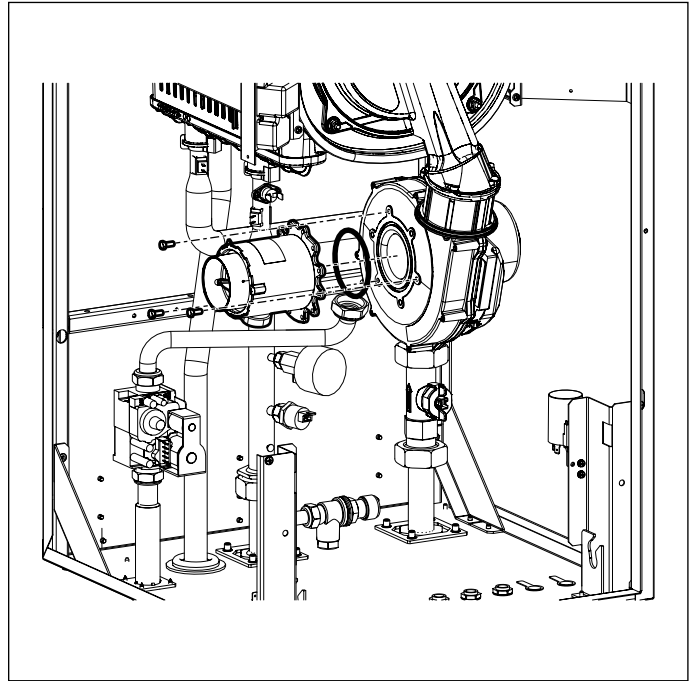

Рис. 33 Змішувач
- Зняти змішувальний вузол, відкрутивши три гвинта з циліндричною головкою (дивись Рис. 33 Змішувач).
- Закріпіть вузол підмісу на вентиляторі за допомогою болтів з циліндричною головкою під шостикутник, не забуваючи встановити між ними кільцевий ущільнювач (див. Рис. 33 Змішувач).